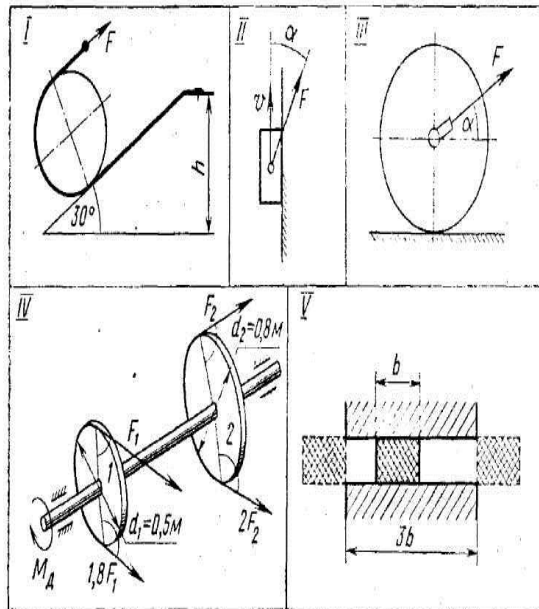

Рисунок 3 - Схема протягивания резиновой заглушки
**Задача 42:** Каток массой 100 кг вкатывается по наклонной плоскости равномерно под действием постоянной силы  $\vec{F}$  (рисунок 3, схема I), параллельной плоскости. Определить работу, совершаемую силой  $\vec{F}$  при подъеме катка на высоту  $h = 4$  м, если коэффициент трения качения  $f_k = 0,25$  см.
**Задача 47:** По вертикальным направляющим поднимается груз в 1,2 т со скоростью  $v = 0,5$  м/с (рисунок 3, схема II). Сила  $\vec{F}$ , поднимающая груз, направлена под постоянным углом  $\alpha = 15^\circ$  к вертикали; коэффициент трения при движении груза по направляющим 0,35. Определить мощность, развиваемую при подъеме груза, и КПД подъемника.
**Задача 48:** Каток диаметром 1,5 м и массой 2 т (рисунок 3, схема III) равномерно катится под действием силы  $\vec{F}$ , направленной под углом  $\alpha = 30^\circ$  к
**Задача 49:** На валу, вращающемся с постоянной частотой  $750 \text{ мин}^{-1}$  укреплены ведущие шкивы 1 и 2 ременных передач (рисунок 3, схема IV). Натяжения в сбегающих ветвях соответственно равны  $F_1 = 1800 \text{ Н}$  и  $F_2 = 1500 \text{ Н}$ .
**Задача 50:** Резиновую заглушку длиной  $b = 150 \text{ мм}$  протаскивают сквозь трубу длиной  $3b$  (рисунок 3, схема V). Сила трения между внутренней поверхностью трубы и заглушкой пропорциональна поверхности их соприкосновения. Когда заглушка полностью находится в трубу, сила трения  $F_{\text{тр}} = 200 \text{ Н}$ . Определить работу трения при протаскивании заглушки сквозь трубу.